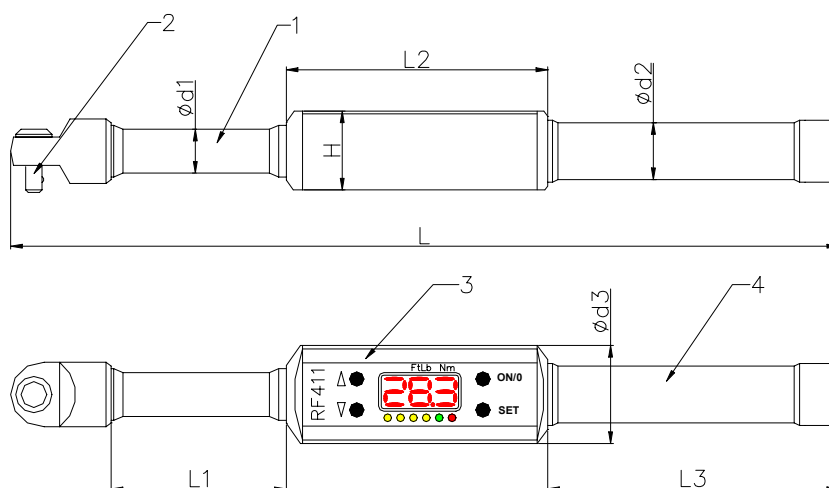

Рисунок 1
4.1. Электронный динамометрический ключ, рис.1., содержит: упругий элемент 1 с четырехгранником 2, электронный модуль 3 управления, обработки и индикации и ручку 4.